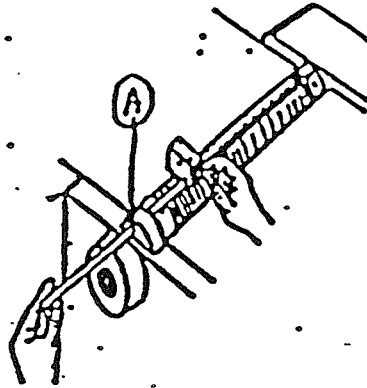

fig. 2
- pousser le couteau vers le côté arrière, le faire passer à travers le trou A aménagé à cet effet dans le palier puis le retirer complètement. Voir fig. 2